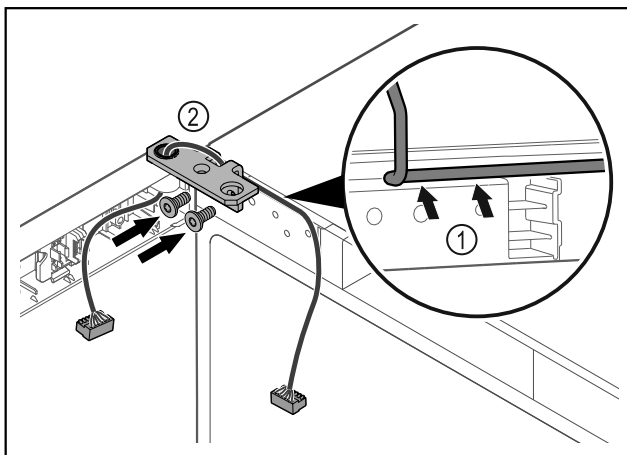

Fig. 43
- Introdurre il cavo nel foro della cerniera angolare e posarlo con cautela Fig. 43 (1).
- Avvitare la cerniera angolare Fig. 43 (2).